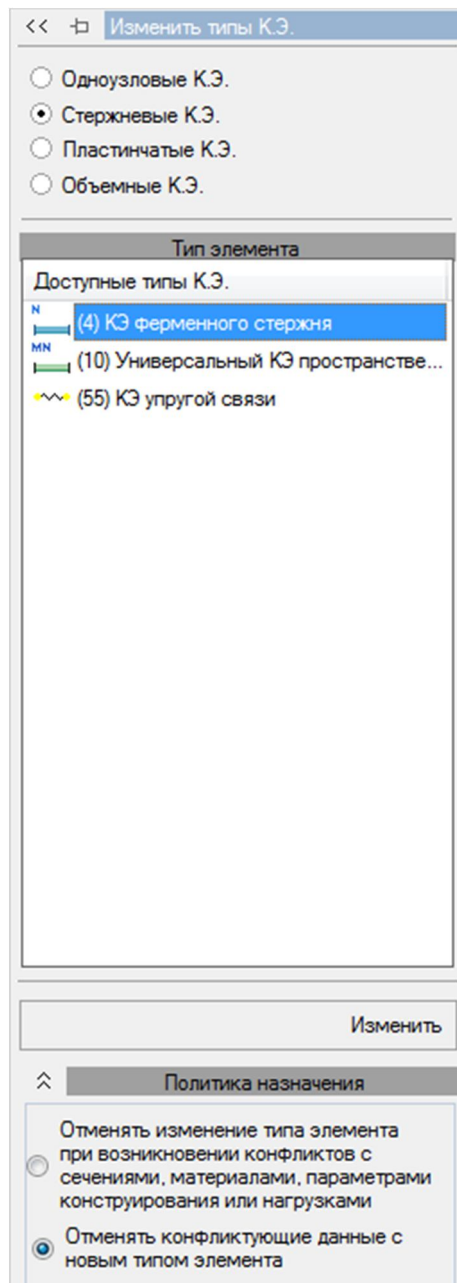

Рис. 13. Панель активного режима Изменить тип К.Э.
- С помощью меню **Схема** → **Изменить тип К.Э.** (кнопка  на панели инструментов) вызовите панель активного режима **Изменить тип К.Э.** (рис. 13).
- В списке **Доступные типы К.Э.** выберите (4) **КЭ ферменного стержня.**